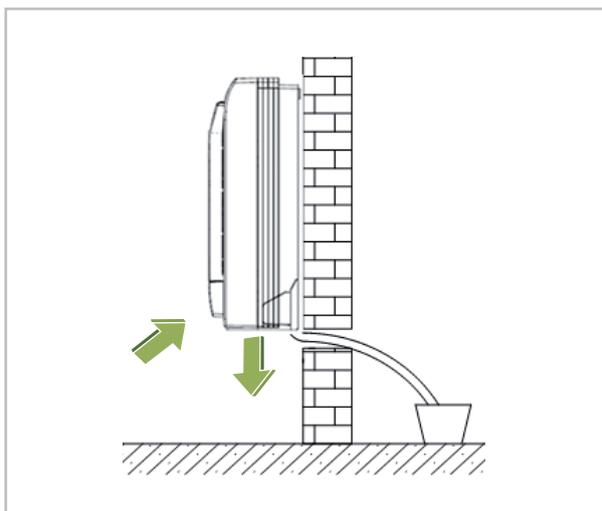

Abb. 13: Waagerechte Ausrichtung
5. ➤ Überprüfen Sie nochmals die waagerechte Ausrichtung des Gerätes. Abb. 13